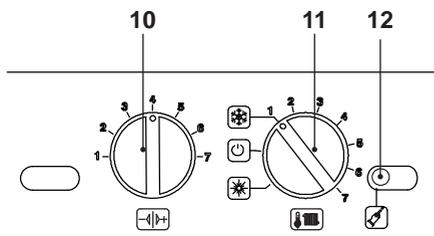

Figura 5.34
come indicato in Figura 5.34.
- Per settare il funzionamento con Termostato bisogna entrare nella programmazione premendo per 10 secondi il pulsante di ripristino 12, in Figura 5.34 fino alla comparsa del parametro **P01** sul display LCD; sul display LCD compare la seguente visualizzazione (la sequenza **P01** si alterna --- --).
12, in Figura 5.34 per lo scorrimento dei vari parametri, sino al raggiungimento del parametro **P03**, valido per la verifica del funzionamento del bollitore con termostato.
ne premendo per 10 secondi il pulsante di ripristino 12 , in Figura 5.34 fino alla comparsa del parametro **P01** sul display LCD; sul display LCD compare la seguente visualizzazione (la sequenza **P01** si alterna ---).
- Premere più volte il pulsante di ripristino 12 , in Figura 5.34 per lo scorrimento dei vari parametri, sino al raggiungimento del parametro **P03**, valido per la verifica del funzionamento del bollitore con sonda NTC.
- Il valore che si visualizza nel LCD è **04**, ruotare la manopola settaggio caldaia 10 in Figura 5.34, portandola al minimo.
La seguente tabella mette in correlazione il settaggio della manopola caldaia 10 in Figura 5.34 con la visualizzazione presente nel LCD per il parametro **P03**.
- Ripremere il pulsante di ripristino 12 per entrare nella programmazione **P04**, il valore di partenza visualizzato dal LCD è **04**, ruotare la manopola di settaggio caldaia 10 in Figura 5.34 al minimo, il valore visualizzato dal display LCD derivante da questa operazione sarà **04**.
La seguente tabella mette in correlazione il settaggio della manopola caldaia 10 in Figura 5.34 con la visualizzazione presente nel LCD per il parametro **P04**.